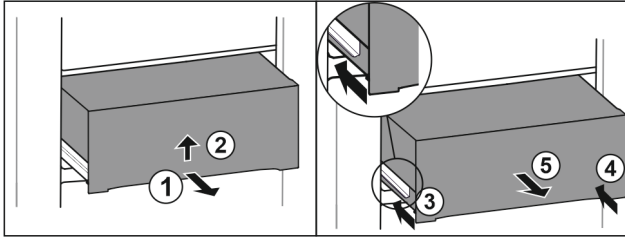

Fig. 35
- Schubfach halb herausziehen. Fig. 35 (1)
- Schubfach an der Unterseite anheben. Fig. 35 (2)
- Linke Schiene einschieben. Fig. 35 (3)
- Rechte Schiene einschieben. Fig. 35 (4)
- Schubfach nach vorne entnehmen. Fig. 35 (5)